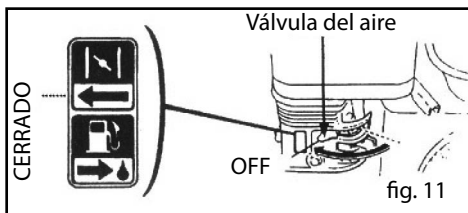

fig. 11
7. Coloque la palanca de la válvula del aire en posición OFF (Fig. 11).